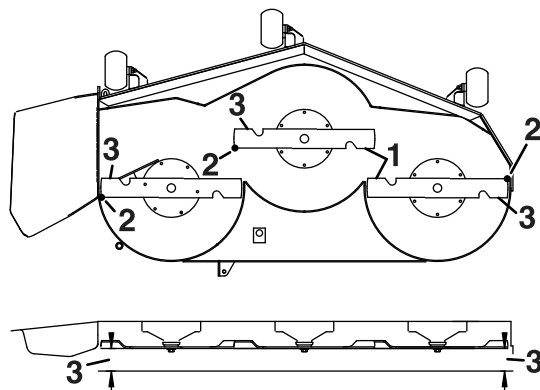

Рисунок 69
4. Измерьте расстояние от наружных режущих кромок до плоской поверхности (Рисунок 69).